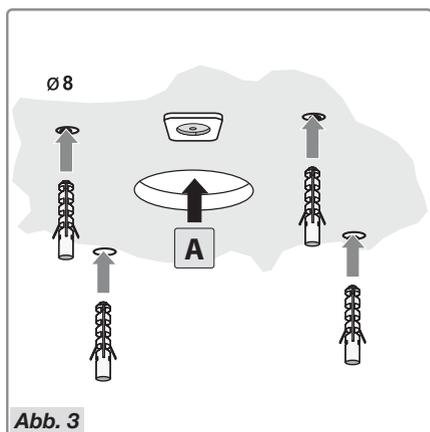

Abb. 3
- Sorgen Sie für die Luftabzugsöffnung A (Abb. 3).